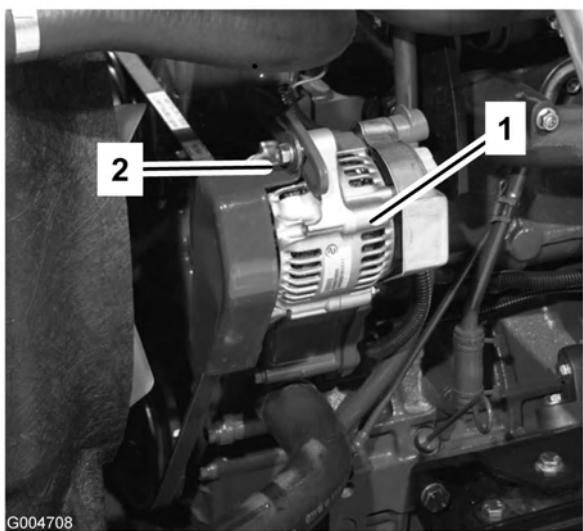

Figura 63
Controllate lo stato e la tensione delle cinghie (Figura 63) ogni 100 ore di servizio.
2. Se l'inflessione non è di 10 mm, allentate i bulloni di fissaggio dell'alternatore (Figura 63). Aumentate o riducete la tensione della cinghia dell'alternatore e serrate i bulloni. Controllate di nuovo l'inflessione della cinghia per accettare che sia esatta.